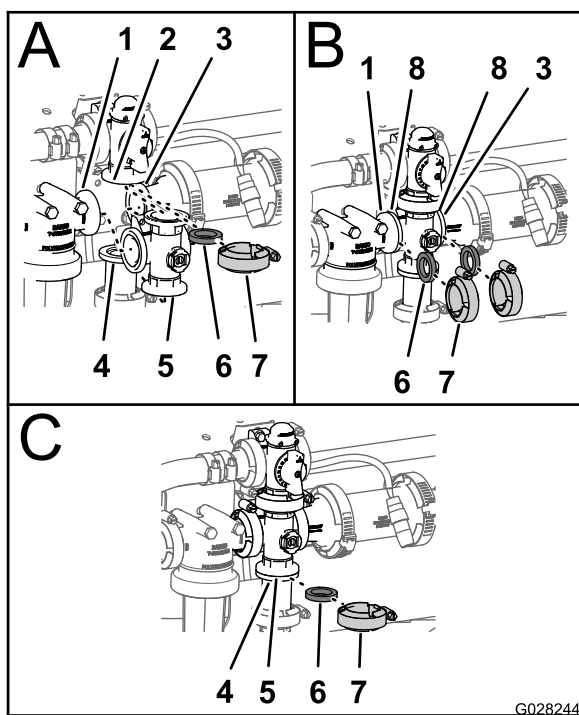

Рисунок 121
1. Совместите фланец перепускного клапана перемешивания, одну уплотнительную прокладку и фланец штуцера торцевой крышки коллектора клапана перемешивания (Рисунок 121).
4. Смонтируйте головку фильтра линии нагнетания, уплотнительную прокладку и коллектор клапана перемешивания с помощью хомута, затянув его вручную (Рисунок 121).
5. Установите уплотнительную прокладку между фланцами коллектора клапана перемешивания и переходной муфтой (Рисунок 121).
6. Смонтируйте коллектор клапана перемешивания, уплотнительную прокладку и переходную муфту с помощью хомута, затянув его от руки (Рисунок 121).
7. Установите уплотнительную прокладку между фланцами коллектора клапана перемешивания и переходного штуцера для дроссельного клапана перемешивания (Рисунок 121).
8. Смонтируйте коллектор клапана перемешивания, уплотнительную прокладку и переходной штуцер с помощью хомута, затянув его вручную (Рисунок 121).
2. Установите перепускной клапан перемешивания, уплотнительную прокладку и коллектор клапана перемешивания с помощью хомута, затянув его вручную (Рисунок 121).
3. Установите уплотнительную прокладку между фланцами головки фильтра линии нагнетания и коллектора клапана перемешивания (Рисунок 121).